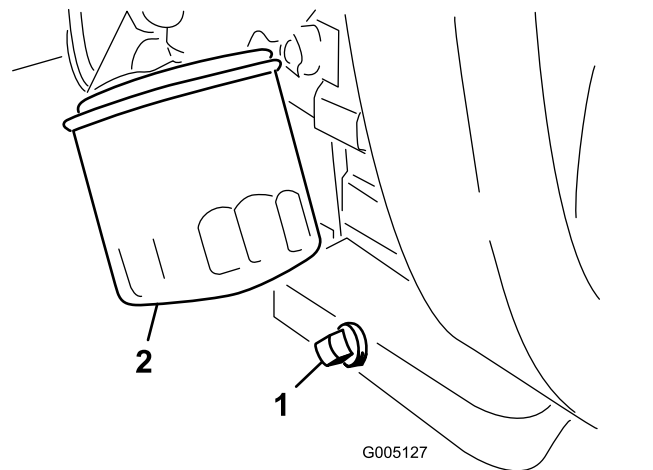

Bild 41
- Entfernen Sie die Ablassschraube (Bild 41) und lassen Sie das Öl in die Auffangwanne ab.
- Reinigen Sie das Gewinde der Ölablassschraube, bringen Sie etwas PTFE-Dichtmittel auf und schrauben Sie die Ablassschraube wieder auf (Bild 41).
- Entfernen Sie den Ölfilter (Bild 41).